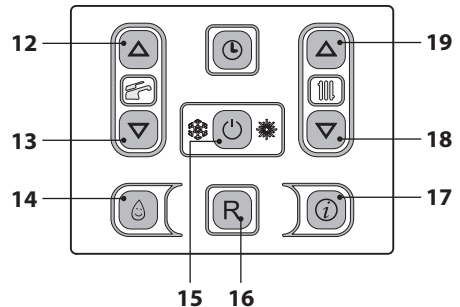
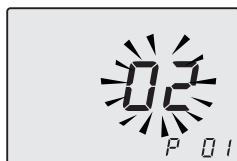

Figura 5.41
Figura 5.42
- Entrare in "modalità programmazione" premendo contemporaneamente per 10 secondi i tasti 15 - 18 - 19 (Figura 5.41) fino a far apparire sul display LCD le lettere **P01** e il valore del parametro, indicati l'entrata nel "parametro 01" (Figura 5.42).
- Premendo il tasto 15 (Figura 5.41) si ottiene la conferma del valore inserito.